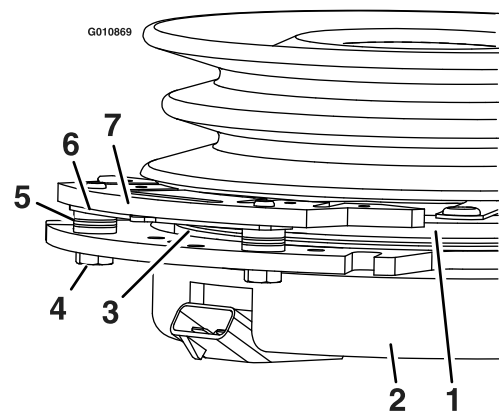

**Figura 69**
3. Retire el tapón guardapolvo de la rueda giratoria y apriete la contratuerca (Figura 69).
4. Apriete la contratuerca hasta que las arandelas de muelle estén planas, luego afloje la contratuerca 1/4 de vuelta para establecer la pre-carga correcta de los cojinetes (Figura 69).
**Importante:** Asegúrese de que las arandelas de muelle están correctamente instaladas, según se muestra en Figura 69.
5. Coloque el tapón anti-polvo (Figura 69).